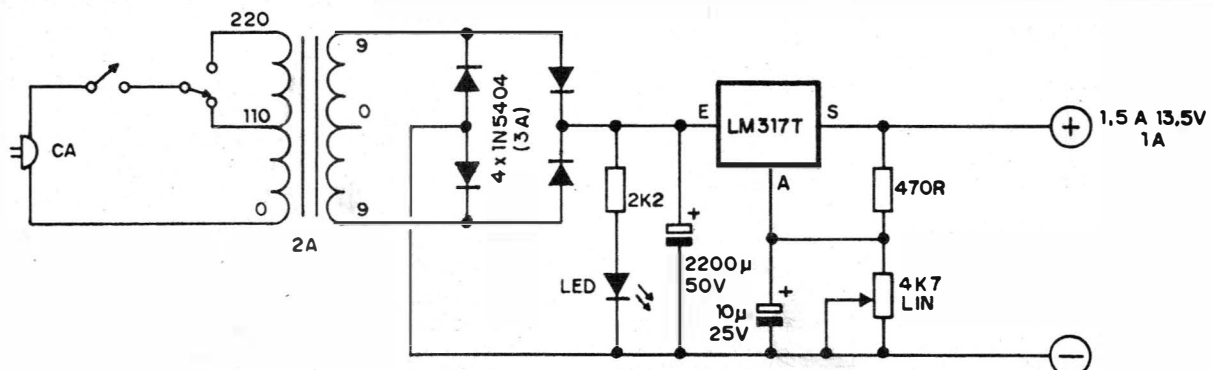

Fig.1
- FIG. 1 - O CIRCUITO - Conforme foi dito af na introdução, o circuito se resume (em termos ativos...) no Integrado específico LM317T, um "parente" industrial dos conhecidos reguladores de Tensão da série "78XX", porém dotado, nas suas entranhas, de importantes acréscimos que possibilitam o controle direto e perfeito da Tensão de Saída, dentro de ampla faixa, a partir do nível apresentado a um pino de controle (terminal "A"), dimensionada por simples potenciômetro (que, inclusive, toma sua referência da própria Saída, já estabilizada, do circuito, garantindo absoluta "fixação" de parâmetros, mesmo em face das mais adversas condições de uso...). O "começo" do circuito é relativamente convencional: precisamos (pelas exigências do próprio Integrado utilizado...) cerca de 18 volts, para que haja a suficiente margem de "manobra"